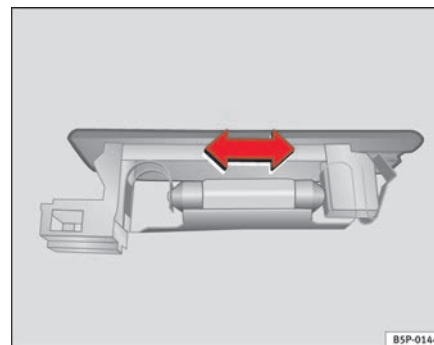

Fig. 198 Luz do porta-bagagens
- Pressionar a lâmpada na parte lateral e extraí-la do respectivo alojamento ⇒ fig. 198. ■